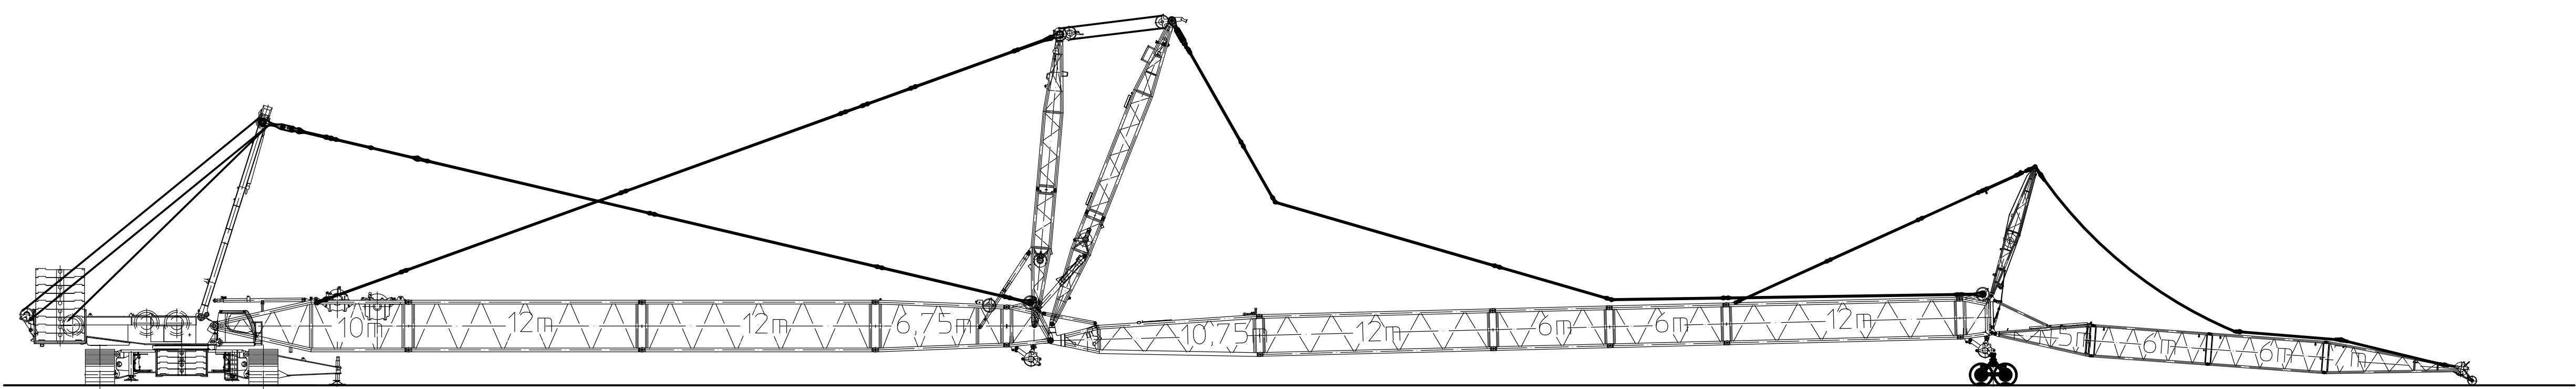

Abb.1
- Die Auslegersysteme dürfen im gestreckten Zustand (Abb.1) nicht komplett vom Boden abgehoben werden. Das Vorgehen entspricht prinzipiell dem Aufrichten einer SW-Kombination.